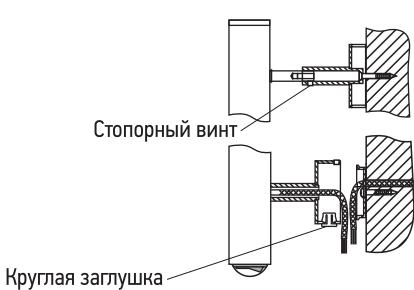

Рис. 6
- 3.10. Установить круглую заглушку на нижней стороне соединительной коробки вместо заглушки с отверстием (рис. 6).
- 3.11. Произведите «черновой» монтаж ЭПС, используя стопорные винты, с максимальным вылетом от стены (рис. 6).